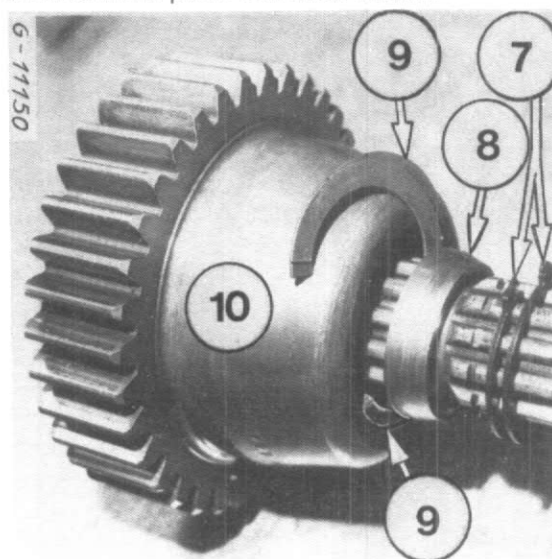

Figure 118
A l'aide de graisse, placez les cales fendues (9) Fig. 118 sur le dessus, faites tourner et effectuez la même opération de manière identique. Prenez soin d'installer un nombre similaire de cales sur le dessus et au-dessous et qu'elles ne se chevauchent pas à leurs extrémités.